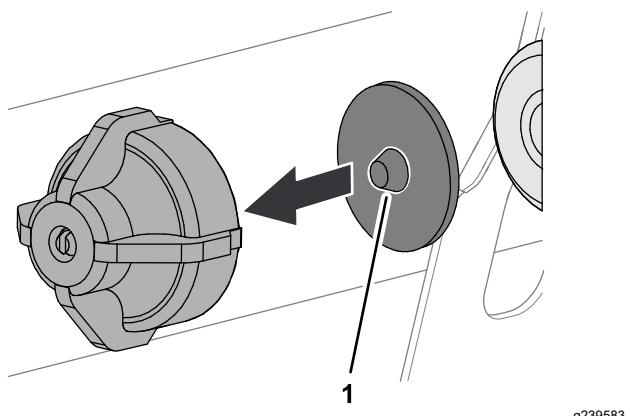

Рисунок 34
4. Установите мембрану в крышку так, чтобы выступ мембранны был направлен в сторону крышки (Рисунок 34).